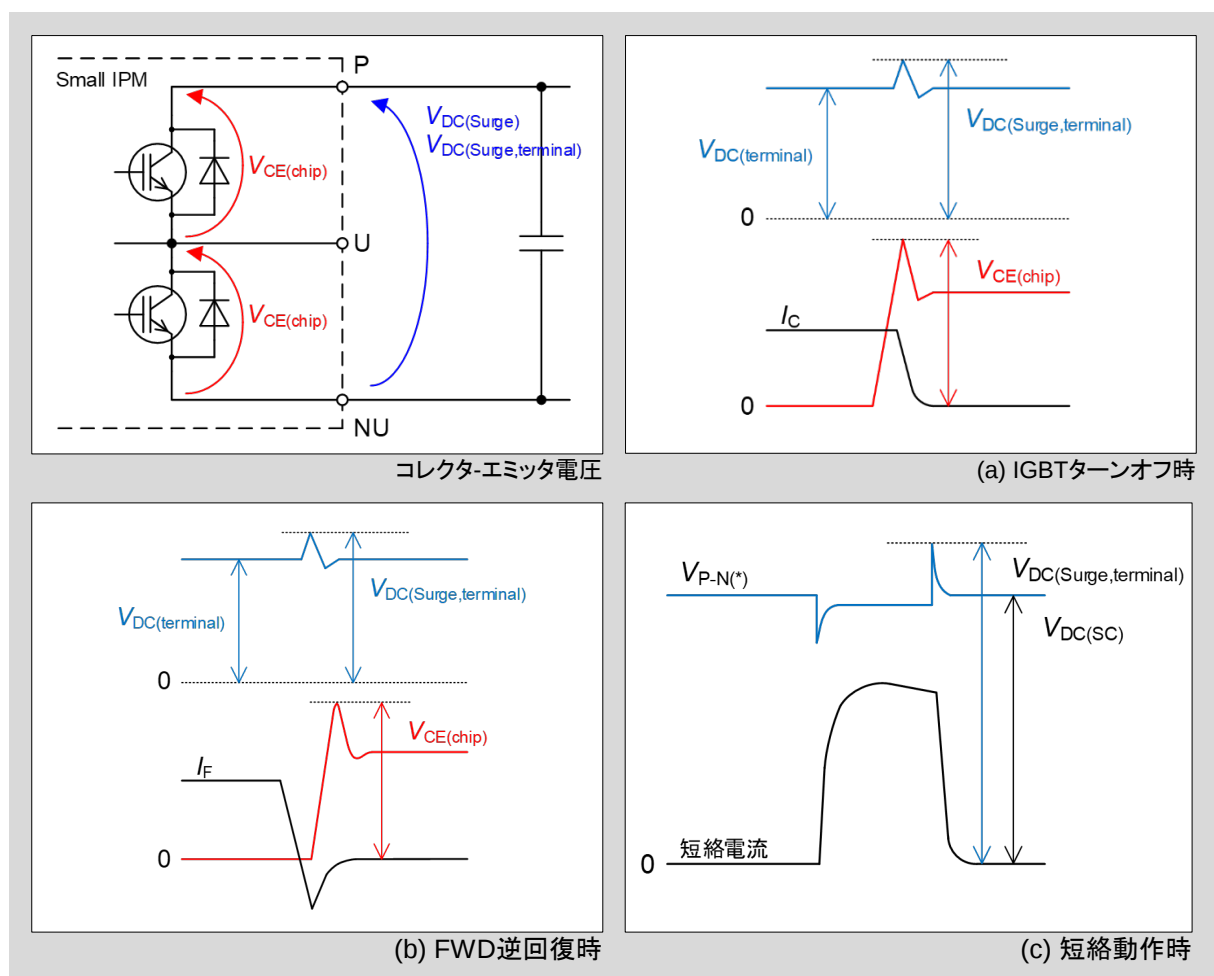

図1-6 IGBTターンオフ時、FWD逆回復時と短絡動作時の波形
動作時、P-N(*)間印加電圧は通常上アームもしくは下アームのどちらかに加わります。そのため、P-N(*)間印加電圧は、絶対最大定格を超えないように使用する必要があります。詳細は図1-6に動作波形を示します。
- 図1-6にIGBTターンオフ時、FWD回復時および短絡動作時の波形を示します。それぞれの動作の $V_{DC(Surge, terminal)}$ は異なるため、 $V_{DC(terminal)}$ は上記の動作モードを想定して設定する必要があります。